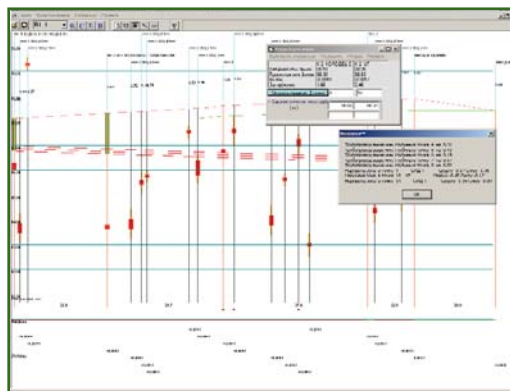

Рис. 2
3) Пользователь осуществляет коррекцию трассы профиля (рис. 2). При нарушении нормативных расстояний по глубине заложения и запретным зонам про-